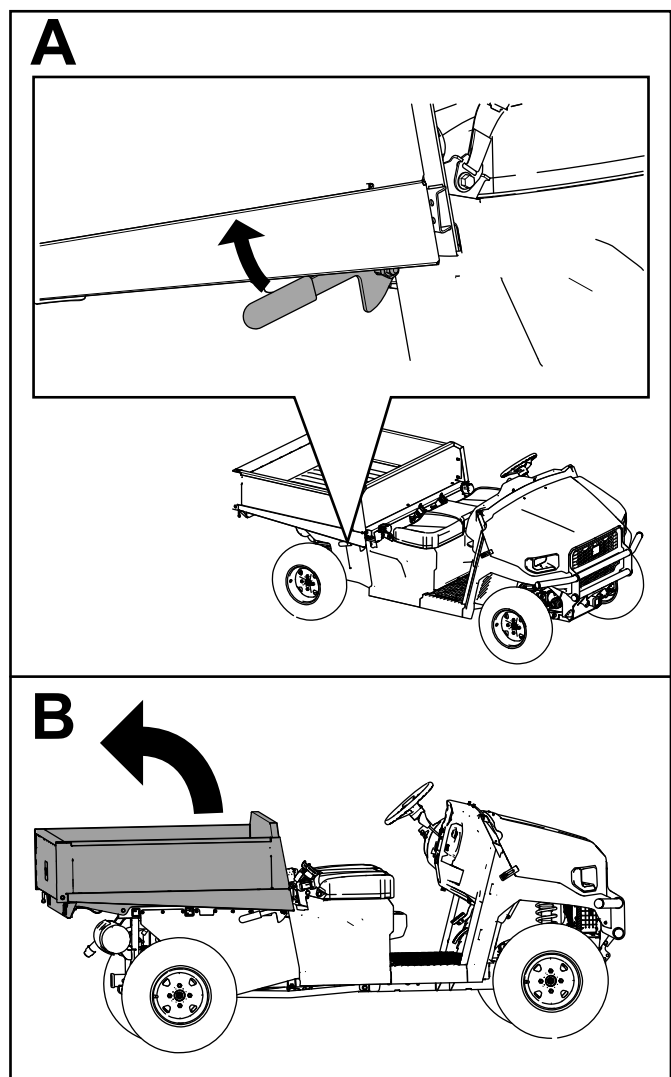

Figura 7
1. Eleve la plataforma de carga (Figura 7).